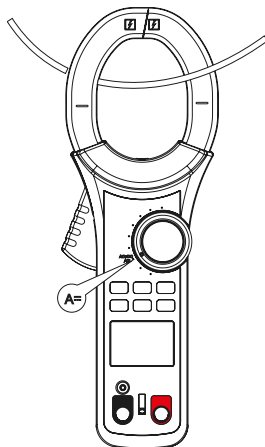

Рис. 11 Измерение постоянного тока
### 7.9 Измерение постоянного тока (рис. 11)
- Убедитесь, что измеряемый проводник находится по центру (рис. 11), в противном случае может возникнуть дополнительная погрешность  $\pm 1,0\%$ .